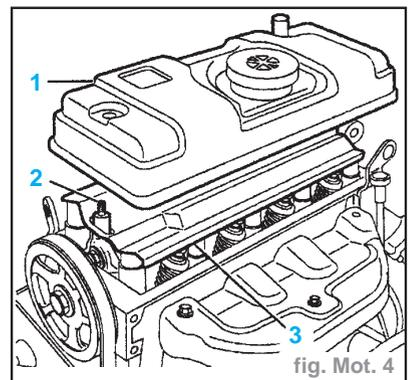
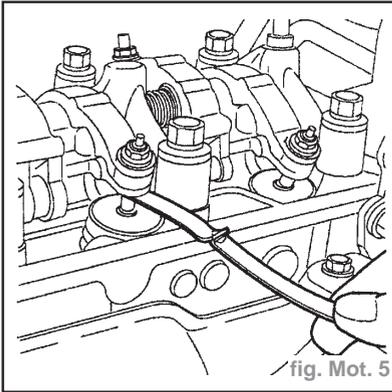

fig. Mot. 4
fig. Mot. 5
- Déposer (fig. Mot. 4) :
- le couvre-culasse (1) et son joint
- les deux entretoises (2)
- la tôle déflexrice (3)
- Contrôler avec une jauge d'épaisseur le jeu entre culbuteur et soupape (fig. Mot. 5).